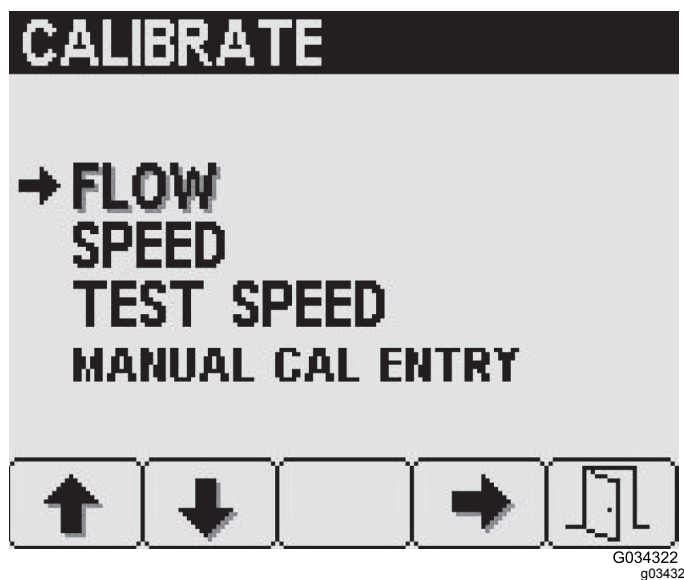

Figura 31
2. Para aceder ao ecrã de fluxo, prima o botão 4 no ecrã de fluxo (Figura 31) para seleccionar fluxo.
2. Para aceder ao ecrã de velocidade, prima o botão 2 no ecrã de calibração até chegar à opção de velocidade, depois prima o botão 4 (Figura 31) para selecionar.